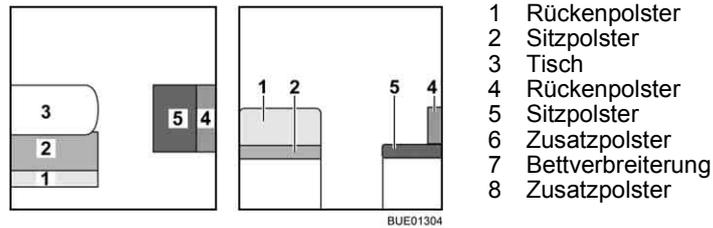

Bild 121 Vor dem Umbau
- Tisch (Bild 121,3) zum Bettunterbau umbauen (siehe Abschnitt 6.10).
- Das Rückenpolster (Bild 121,1) abnehmen und beiseite legen.